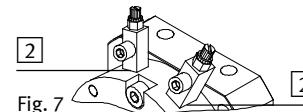

Fig. 7
- Используйте дроссели с обратными клапанами типа GRLA для настройки скорости поворота. Они вкручиваются непосредственно в пневматические каналы питания (Fig. 7).